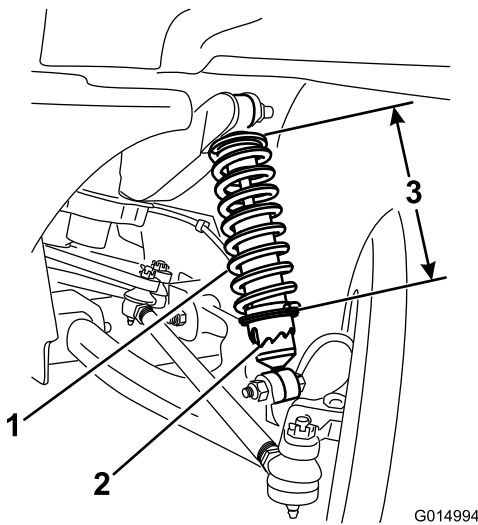

Bild 42
3. Drehen Sie die Manschette am Stoßdämpfer mit dem Werkzeug Toro6010, um die Länge der Feder zu ändern (Bild 42).